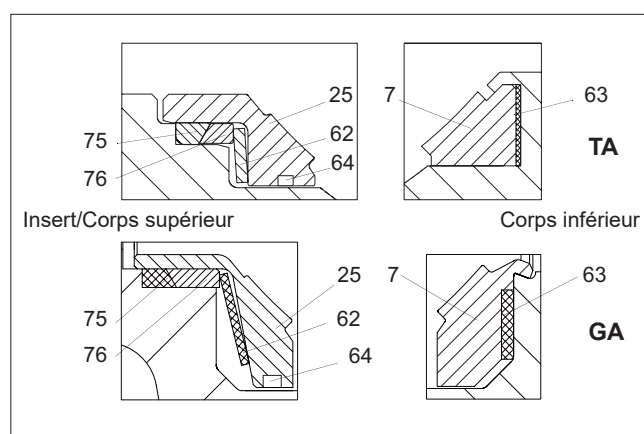

Fig. 28 Sièges G
- Monter le joint (63) dans son logement sur le corps, puis le siège (7) comme indiqué sur la figure 28.
- Monter le joint (75), l'anneau de retenue (76), le ressort (62) et le siège (25) avec le joint de siège (64) dans le demi-corps supérieur. Cf. figure 28.